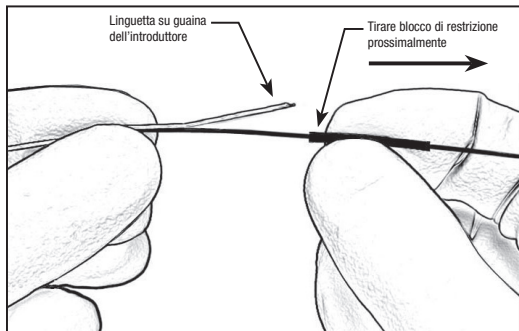

Figura 3 – Tirare blocco di restrizione prossimalmente
16. Tenere il dispositivo in posizione appena distale rispetto al blocco di restrizione e tirare il blocco di restrizione prossimalmente per esporre la linguetta sulla guaina introduttore. Vedere Figura 3.